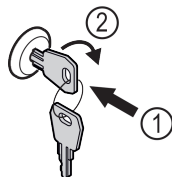

Fig. 143
- ▶ Vstavite ključ Fig. 143 (1).
- ▶ Ključ obrnite v smeri urnih kazalcev za 90° Fig. 143 (2).